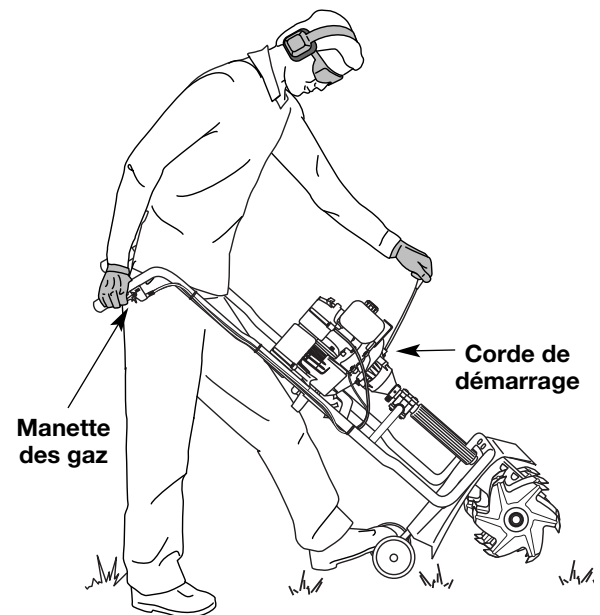

Fig. 8
**AVERTISSEMENT:** évitez tout démarrage accidentel. Tenez-vous en position de démarrage lorsque vous tirez sur la corde de démarrage (Fig. 8). L'opérateur et l'appareil doivent tous deux être en position stable pour éviter des blessures graves.
5. Tenez-vous entre les poignées et soutenez l'appareil en plaçant le pied gauche sur le support de roue et en tenant le guidon de la main droite (Fig. 8).